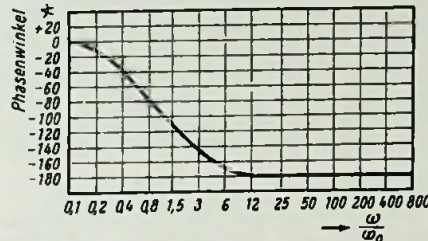

Bild 10. Verlauf des Phasenwinkels zwischen den Spannungen beider Lautsprecher beim Stereo-Betrieb in Abhängigkeit von der Frequenz
Bild 10 zeigt entsprechend Gleichung (9) noch den Verlauf des Phasenunterschiedes zwischen den Spannungen beider Lautsprecher beim Stereo-Betrieb. Da die Phasenlage zwischen beiden Lautsprechern im Bereich der Übergangsfrequenz f_0 nicht plötzlich von 0° auf 180° springt, sondern ganz allmählich übergeht, sind die Abstrahlungsverhältnisse im Frequenzbereich um f_0 mit Berücksichtigung des Lautsprecherabstandes a ziemlich unübersichtlich.
Die Darstellung nach Bild 11 zeigt die Bild 10 entsprechende äquivalente Laufzeitdifferenz zwischen den Spannungen beider Lautsprecher in Abhängigkeit von der Frequenz. Die Übergangsfrequenz wurde empirisch festgelegt und beträgt $f_0 = 460$ Hz. Die Laufzeitdifferenz strebt sowohl bei tiefen als auch bei hohen Frequenzen gegen Null und durchläuft im Bereich um 250 Hz ein Maximum.